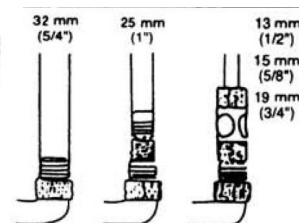

Fig. 2
2. Emmancher le tuyau de refoulement sur la partie du raccord correspondant au diamètre intérieur du tuyau (Fig.2).